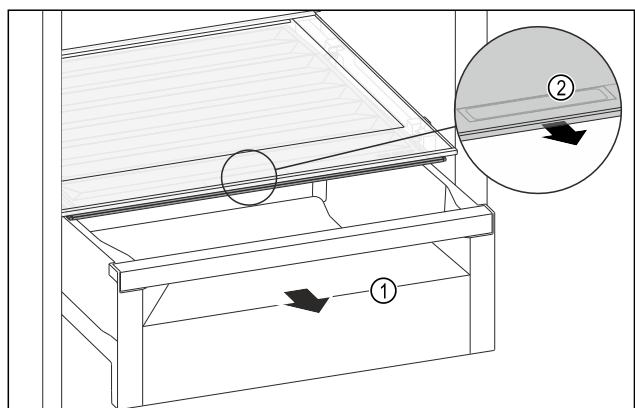

Fig. 137
- Retirer le tiroir Fig. 137 (1).
- Saisir la poignée encastrée Fig. 137 (2) du couvercle du compartiment et tirer le couvercle du compartiment par l'avant.